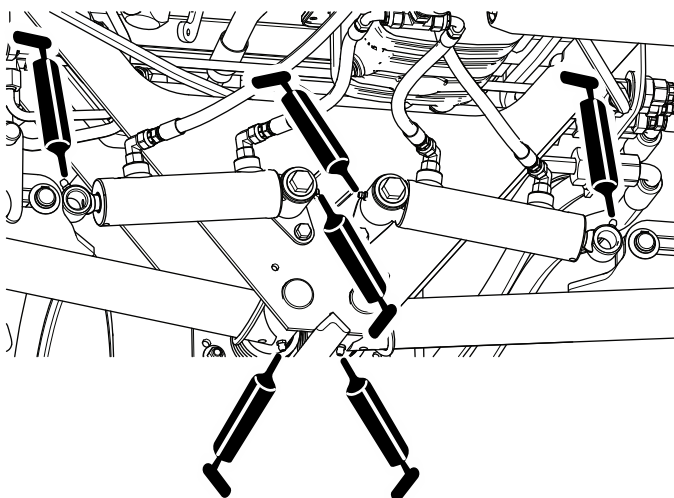

Figure 56
- Pivots de bras de levage arrière et vérins de levage (3 de chaque côté); voir Figure 56.